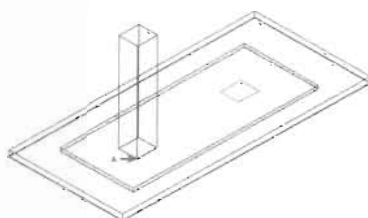

图 13-98
(4) 按空格键继续执行 box 命令,继续创建一个长方体,如图 13-98 所示,命令执行过程如下。